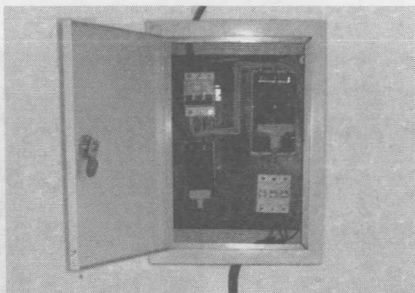

图 1-3 胶盖刀开关安装示例
1) 胶盖刀开关应垂直安装在开关板或条架上, 使静触头位于上方, 不得倒装。即“手柄向上为合闸, 向下为断闸”, 如图 1-3 所示。否则, 在分断状态下, 若出现刀开关松动脱落, 造成误接通, 引起安全事故。只有在刀开关不作为切断电流时, 可以水平安装。